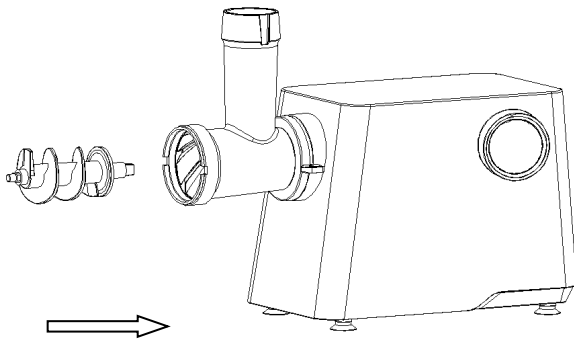

Abb. 3
- Setzen Sie die Schneckenwelle in den Maschinenkopf ein, mit dem längeren Ende nach vorne. Achten Sie dabei darauf, die Position so auszurichten, dass sie mit der Antriebswelle im Inneren des Geräts übereinstimmt (Abbildung 3).